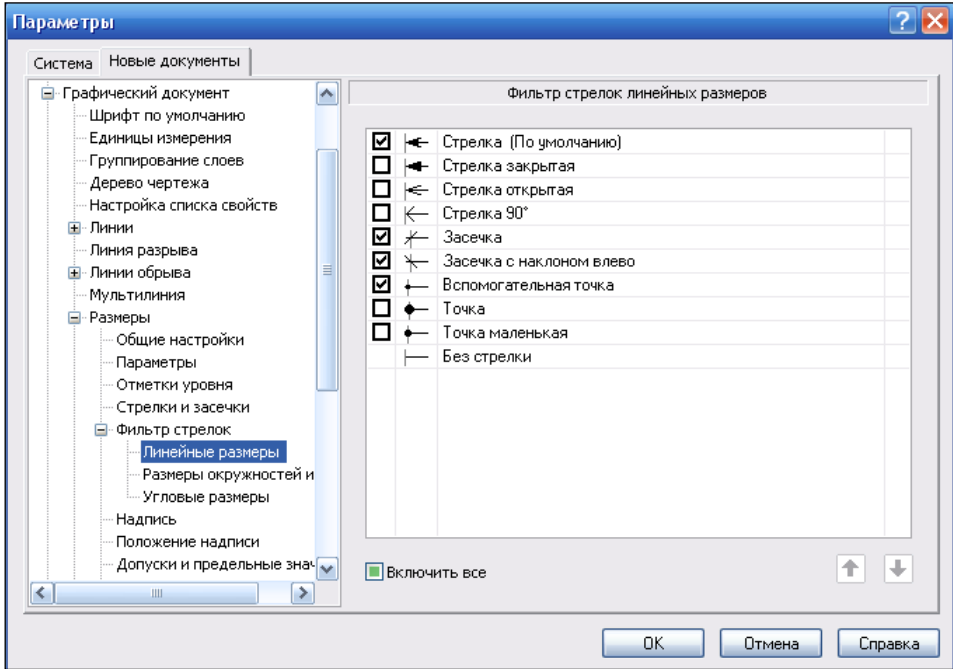

Рис. 1.11. Диалоговое окно **Параметры** с открытой панелью **Фильтр стрелок линейных размеров**
- ◆ щелкните ЛК мыши по пункту **Линейные размеры**. В правой части раскроется панель **Фильтр стрелок линейных размеров** (рис. 1.11). На этой панели видно, какие виды стрелок доступны при создании объектов. Для того чтобы не возвращаться к настройкам, установите флажок **Включить все**;